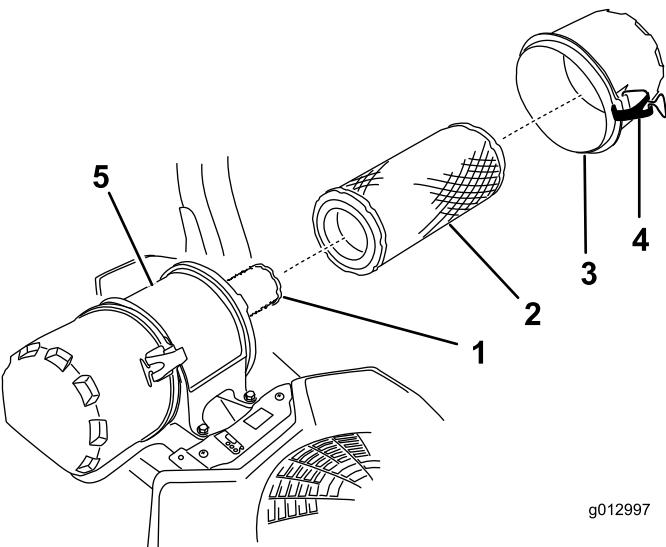

Figure 43
6. Ouvrez les dispositifs de verrouillage du filtre à air et séparez le couvercle du corps du filtre (Figure 43).
8. Sortez le préfiltre du corps du filtre avec précaution (Figure 43).
2. Si vous remplacez l'élément intérieur, insérez-le avec précaution dans le corps du filtre (Figure 43).
3. Placez ensuite le préfiltre sur l'élément intérieur avec le même soin (Figure 43).
4. Remettez en place et verrouillez le couvercle du filtre à air (Figure 43).